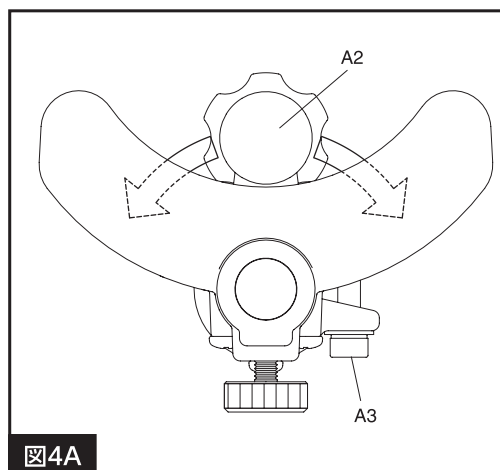
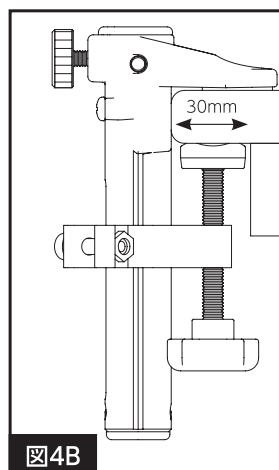

図4A
図4B
- 天板裏側のフレームまでの距離が30mm以上あれば、プラスネジ (A5) を外してクランプ固定ボルト (A3) を緩め、図4Aのようにパッド部 (A2) の位置を円弧状に移動させる事で取り付け可能となります (図4B)。